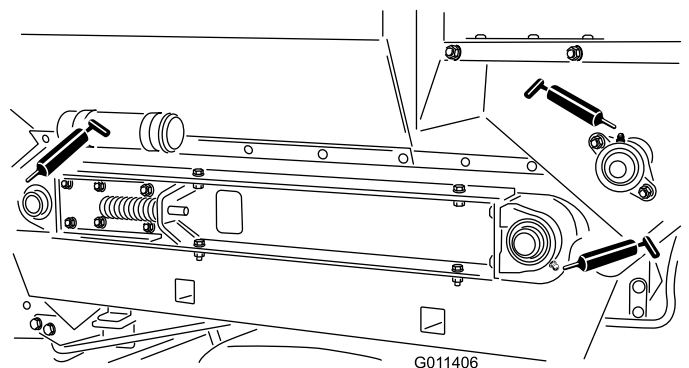

Figura 21
Os locais dos bocais de lubrificação (**Figura 21**) e as quantidades são: Os veios dos rolamentos dos rolos (4) e os veios dos rolamentos da escova (1).